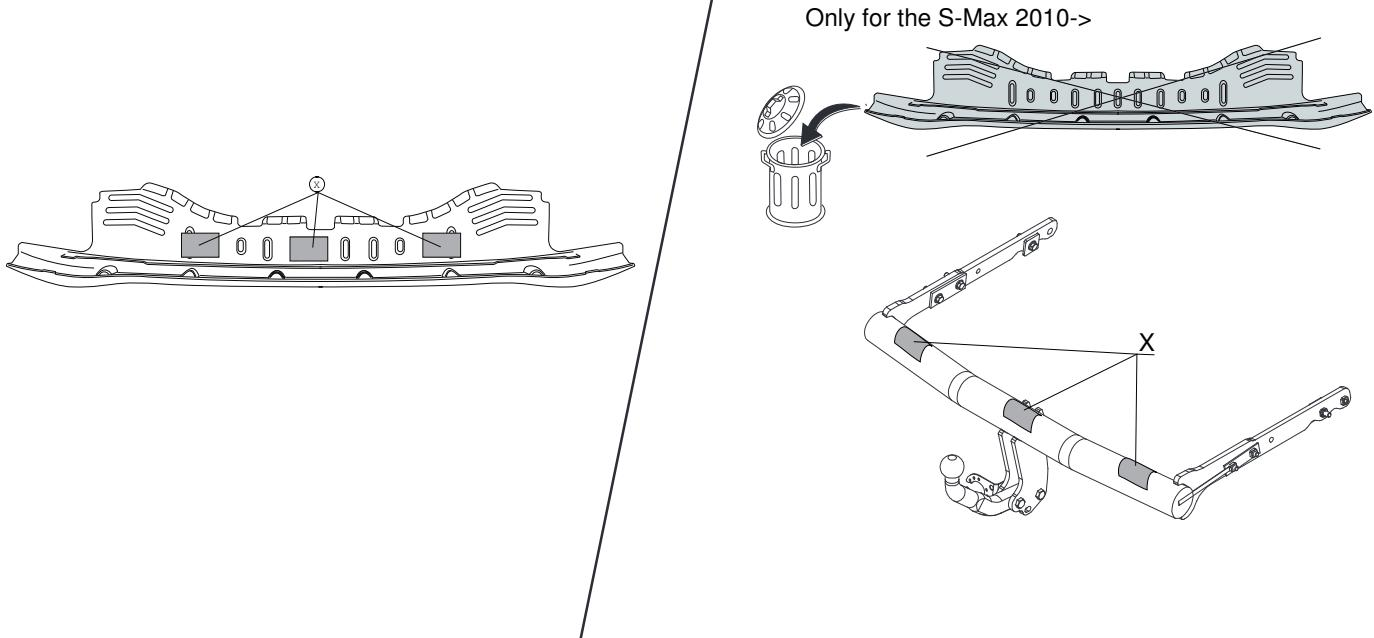

Fig.3
10. Place the 3 PE foam blocks (X). See figure 3.
10. Die drei PE-Schaumblöcke (X) einsetzen. Siehe Abbildung 3.